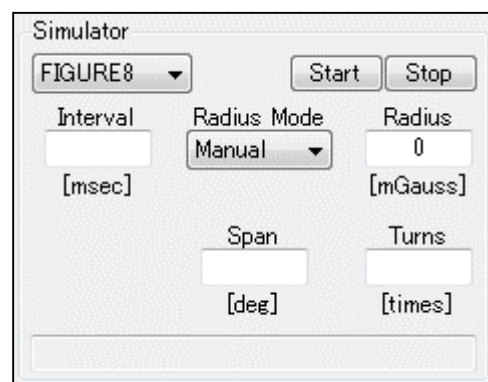

Fig. 21 FIGURE8 mode
- ・「FIGURE8」を選択すると Fig. 21 のように表示が変わります